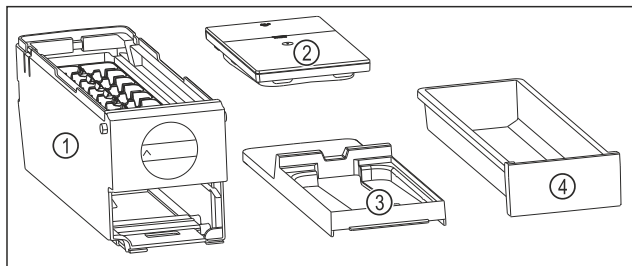

Fig. 98 Bestanddelen van de EasyTwist-Ice
- EasyTwist-Ice is in vier delen gedemonteerd. (zie Fig. 98)
- EasyTwist-Ice alleen in afgebeelde bestanddelen demonteren. (zie Fig. 98)
- EasyTwist-Ice-corpus Fig. 98 (1) als geheel reinigen.